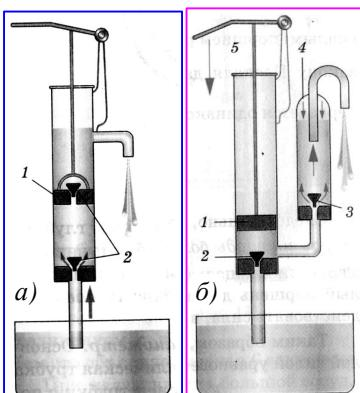

Рис. 69.3. Поршневой насос:
Насос схематически изображен на рис. 69.3. Он состоит из цилиндра, внутри которого
1. На какую предельную высоту можно поднять воду поршневым насосом (см. рис. 69.3, а) при нормальном атмосферном давлении?
2. На какую наибольшую высоту можно поднять спирт, ртуть поршневым насосом (см. рис. 69.3, а) при нормальном атмосферном давлении?
3. Объясните работу поршневого насоса с воздушной камерой (рис. 69.3, б), где 1 – поршень, 2 – всасывающий клапан, 3 – нагнетательный клапан, 4 – воздушная камера, 5 – рукоятка. Сравните работу насосов а) и б). Что происходит при движениях их поршней вверх и вниз? Какую роль играет воздушная камера? Можно ли поднять каким-нибудь из этих насосов воду с глубины большей 10,3 м? Может для этого надо что-то изменить в конструкции?